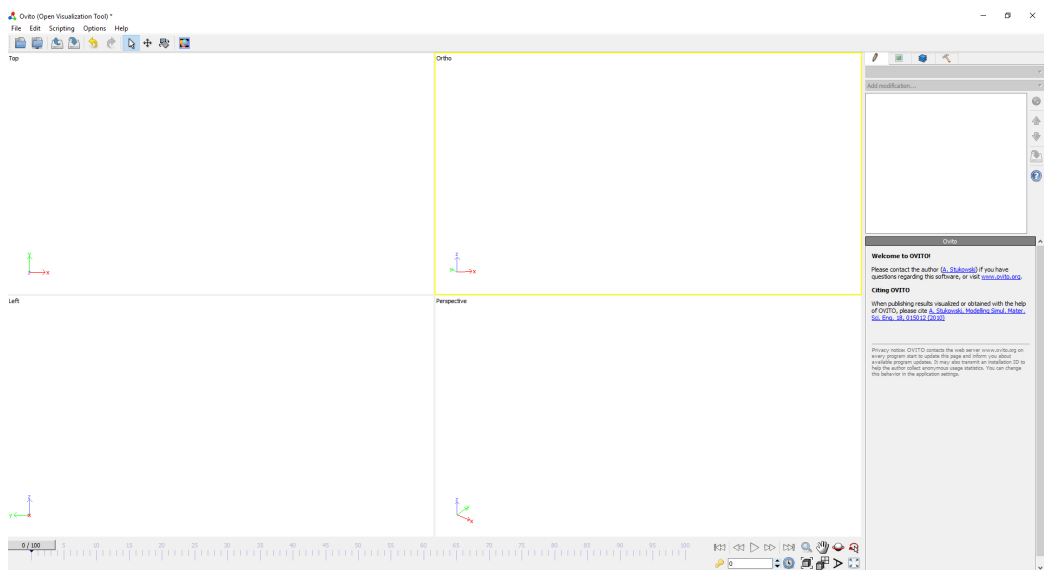

Рис. 11: Рабочее окно OVITO.
4. С помощью программы OVITO постройте распределение потенциальной энергии на атом. OVITO - это еще один полезный инструмент визуализации и обработки результатов. Рабочее окно представлено на рис. 11.